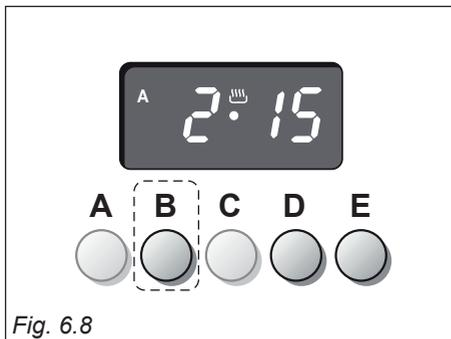

Fig. 6.8
(fig. 6.8 - 6.9)
1. Impostare il tempo di cottura premendo il pulsante "B" ed poi il pulsante "E" per avanzare, o "D" per arretrare se si ha sorpassato il tempo desiderato (fig. 6.8).